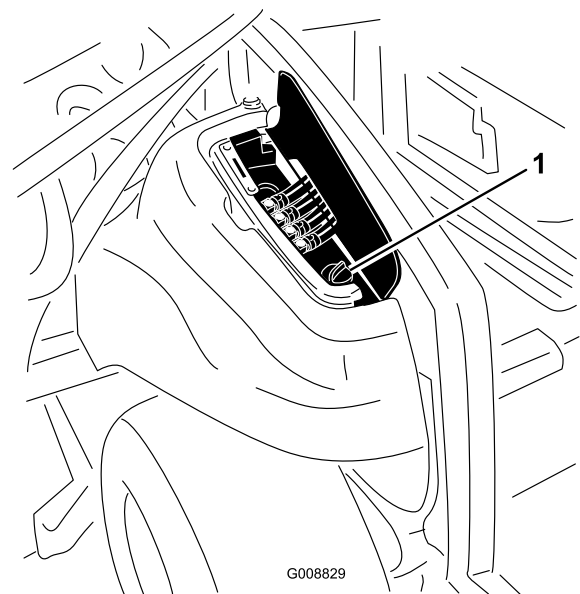

Figure 88
2. Du côté droit de la machine, soulevez le couvercle d'accès pour exposer le bouchon du réservoir hydraulique (Figure 88).
3. Nettoyez la surface autour du goulot et du bouchon de remplissage du réservoir hydraulique (Figure 88). Enlevez le bouchon du goulot de remplissage